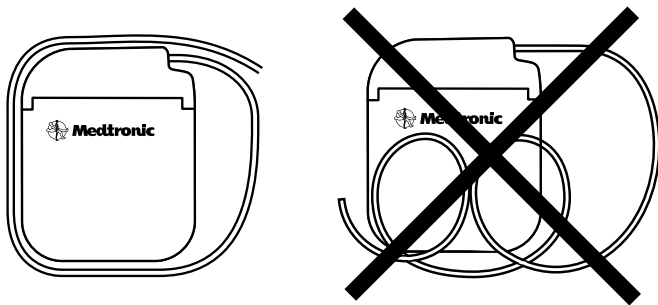

Figura 3. Avvolgimento dell'estensione in eccesso intorno al perimetro del neurostimolatore.
- Non arrotolare l'estensione in eccesso sul lato anteriore del neurostimolatore. Avvolgere l'estensione in eccesso intorno al perimetro (Figura 3) del neurostimolatore per ridurre al minimo la profondità della tasca sottocutanea, il rischio di danni durante l'intervento chirurgico di sostituzione del neurostimolatore, la possibilità di attorcigliamento dell'estensione e le eventuali interferenze con la telemetria. L'estensione in eccesso non deve superare due avvolgimenti intorno al perimetro del neurostimolatore. Una lunghezza dell'estensione che richiede più di due avvolgimenti potrebbe causare interferenze con la telemetria.